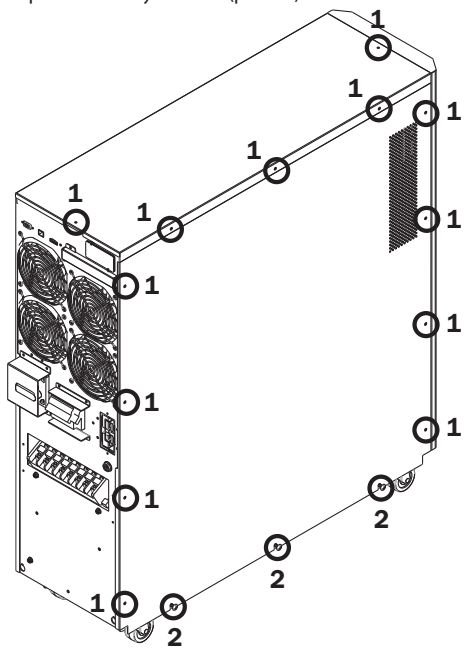

Рис. 3-1
- 1) Выверните все винты, обозначенные цифрой 1, и ослабьте все винты, обозначенные цифрой 2 (рис. 3-1).